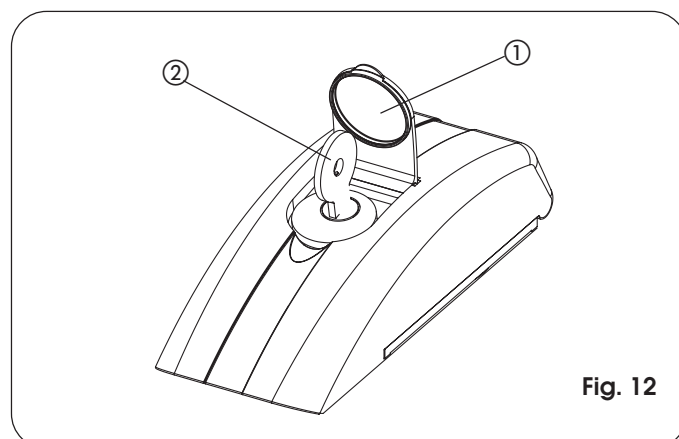

Fig. 12
- soulever le bouchon de protection (Fig. 12, réf. ①) et introduire la clé fournie (Fig. 12, réf. ②).